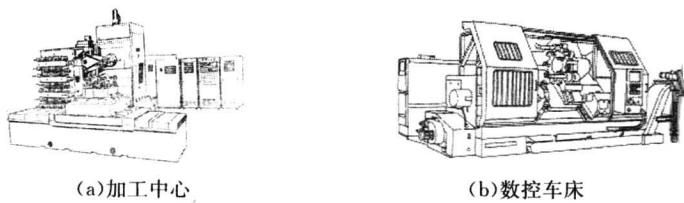

图 1-1
(1)用于机械等装备工业设备。如普通机床、数控机床、加工中心、组合机床、各种用途的油压机等(图 1-1),都离不开液压。